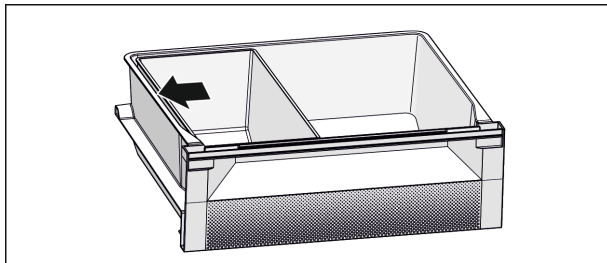

Fig. 6
- ▶ Positionner le bac Fish & Seafood. La position illustrée vous montre une fonction de réfrigération optimale (voir Fig. 6).